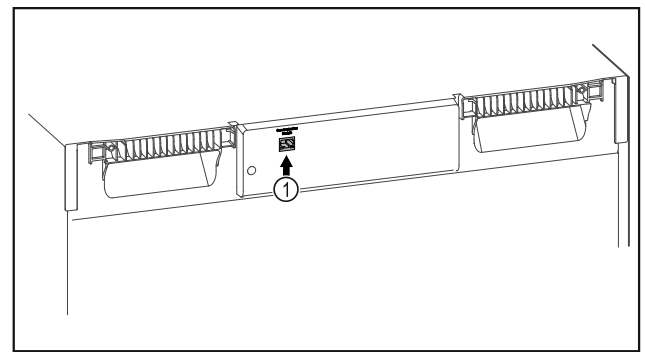

Fig. 88
- SmartModule Fig. 88 (1) встановлено.